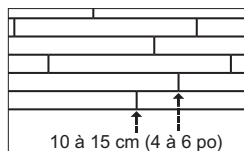

Figure 4
- Attention de bien décaler les bouts des planches de rangées adjacentes, si possible d'au moins 10 à 15 cm (4 à 6 po) (Figure 4). Ceci donne un aspect général plus agréable du plancher.
- Commencer l'installation avec plusieurs rangs à la fois. Utiliser le plan d'attache (Figure 9) pour l'espacement correct basé la largeur de la planche. Attacher chaque planche avec au moins deux fermails 1 po à 3 po (2,5 à 7,6 cm) des fins. Pour assurer qu'un fin-joints d'apparence généraux plus favorables de rangs adjacents devraient être titubés au moins 4 po à 6 po (10 à 15 cm) quand possible (Figure 4).
- Vérifier que les bords et les bouts de chaque planche sont bien serrés. Les joints d'extrémité des rangées adjacentes doivent autant que possible être décalés d'au moins 10 à 15 cm (4 à 6 po) afin de donner un aspect général plus agréable au plancher (Figure 4).